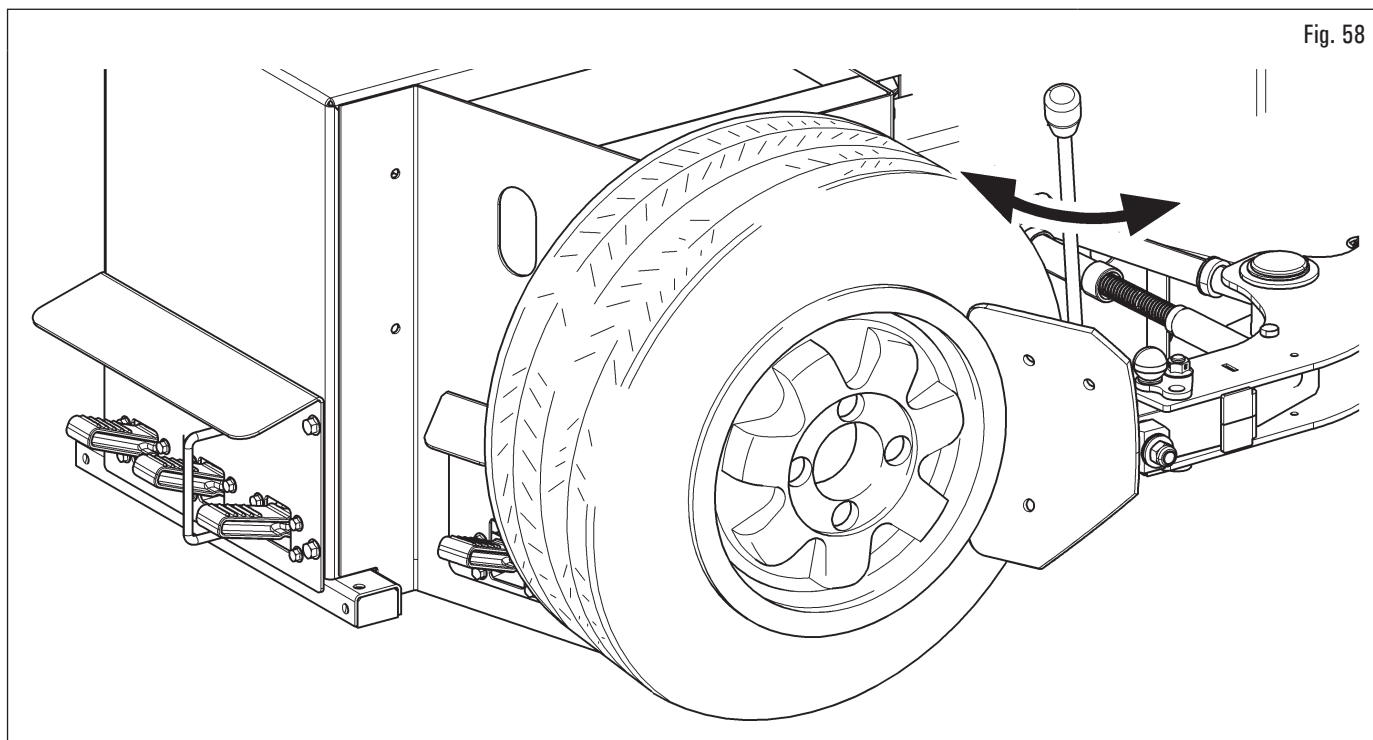

Fig. 58
1. posizionare la ruota come indicato in Fig. 58 ed avvicinare la paletta stallonatore al bordo del cerchio;